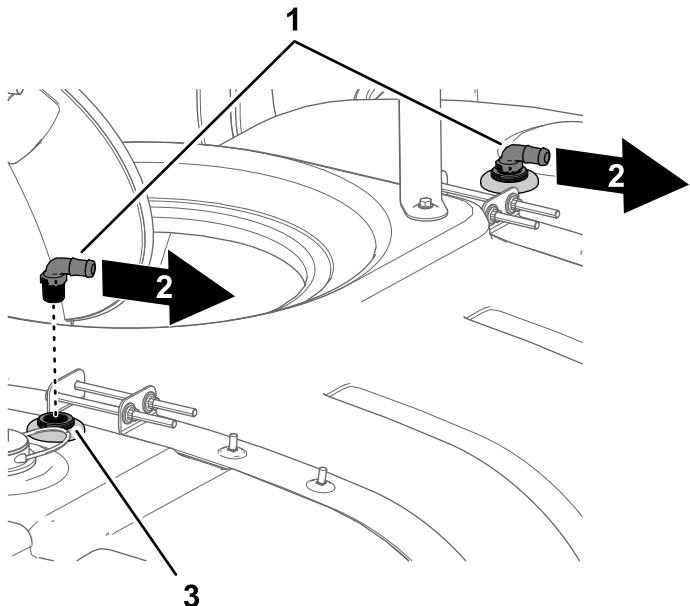

Figura 23
5. Instale los acoplamientos de 90° en los pasamuros de los conjuntos de boquilla de enjuague (Figura 23).
- 6. Alinee la espiga de la manguera del acoplamiento de 90° hacia el lado derecho de la máquina (Figura 23).